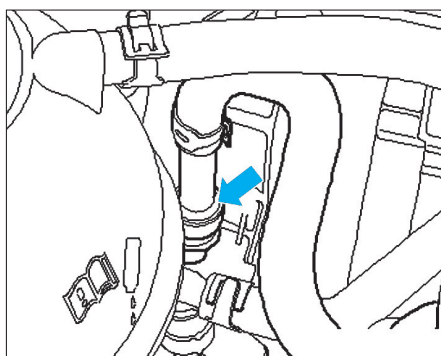

Fig. 30
- Débrancher la conduite d'alimentation en carburant (Fig.30).